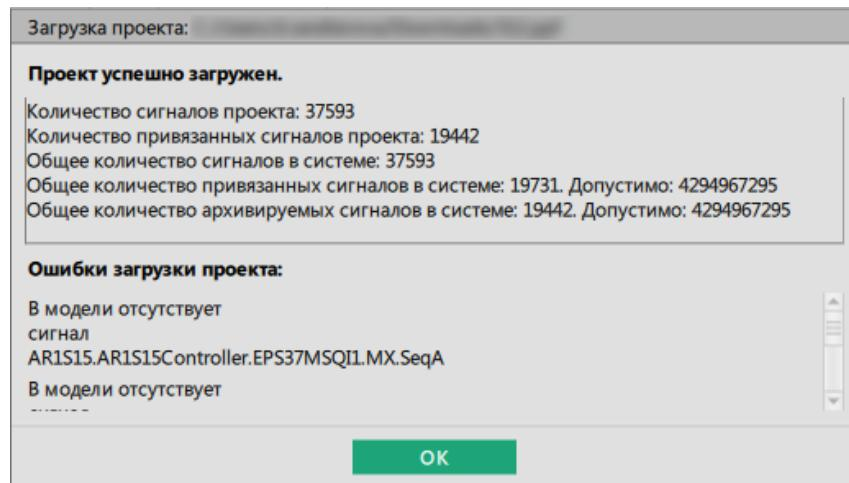

Рисунок 86 - Проект успешно загружен
4. После загрузки проекта появится окно со статистикой загрузки (Рисунок 86). В случае неуспешной загрузки в этом же окне отобразится информация об ошибках.